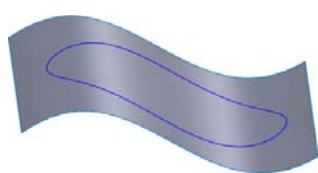

图 7-19 生成投影曲线
- 04 单击对话框中的【确定】按钮，生成投影曲线，如图 7-19 所示。